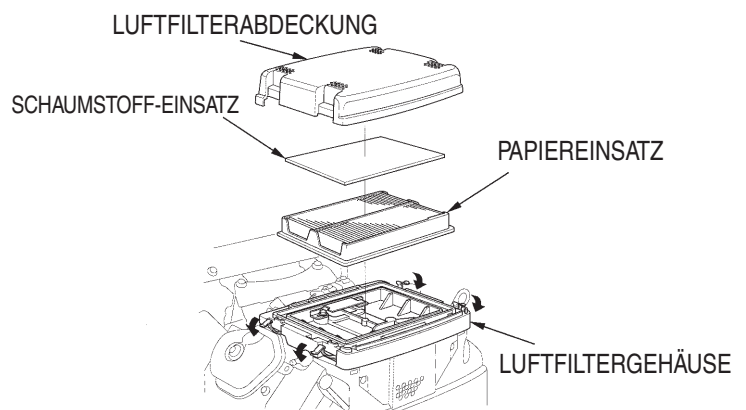

Abb. 13. Komponenten des Luftfilters
1. Die vier Laschen (Abb. 13) vom Luftfilterdeckel lösen und den Deckel abnehmen.